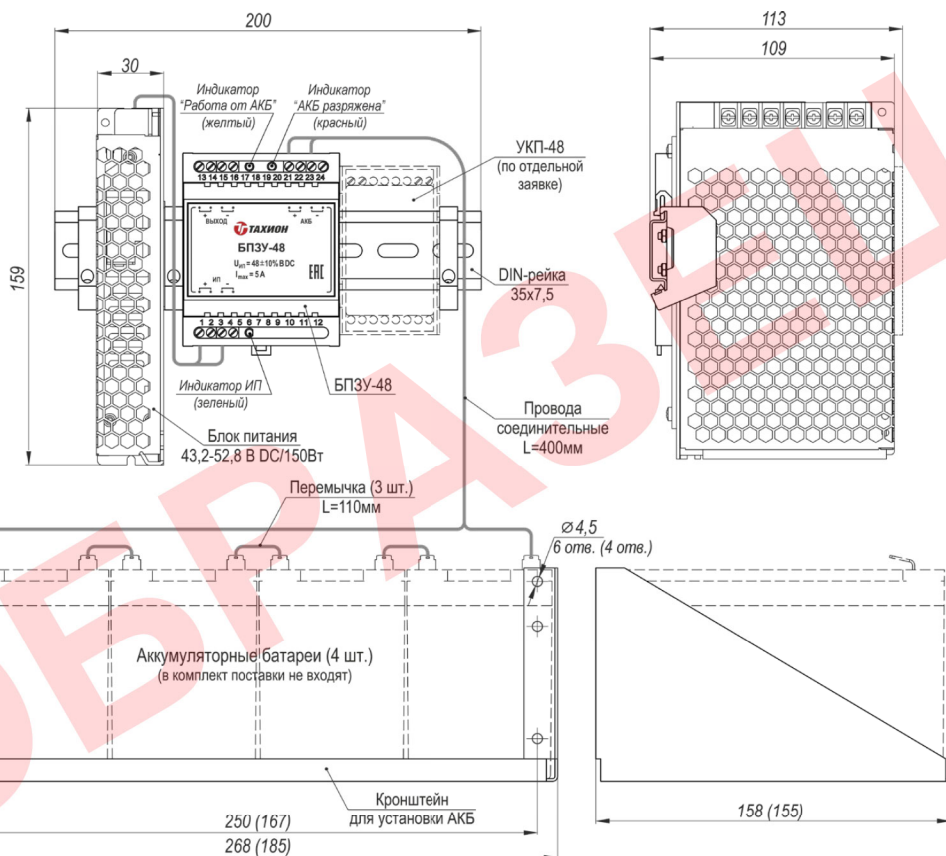

Рисунок 1 – Устройство, габаритные и установочные размеры
12. Габаритные размеры	см. рисунок 1
2. Установить аккумуляторные батареи на кронштейн (рисунок 1) и подключить ее проводами соединительными к контактам 21 (+) и 23 (-) БПЗУ-48, соблюдая полярность. Соединить аккумуляторы перемычкой.
4. Подать трехпроводным кабелем напряжение питания 230 В AC на соответствующие контакты блока питания, при этом фазный провод (L) соединить с контактом L, нулевой провод (N) с контактом N, а провод заземления соединить с контактом $\perp$.